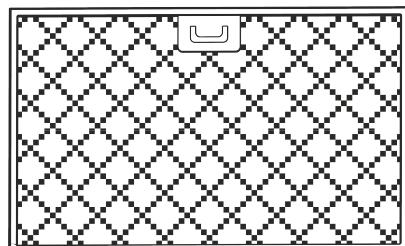

Рис. 10
- зняти алюмінієвий фільтр **1** (**рис.8**), формат фільтрів показано на (**рис.10**);